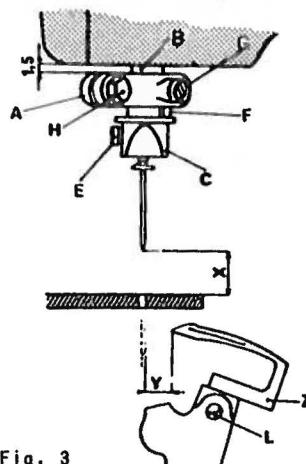
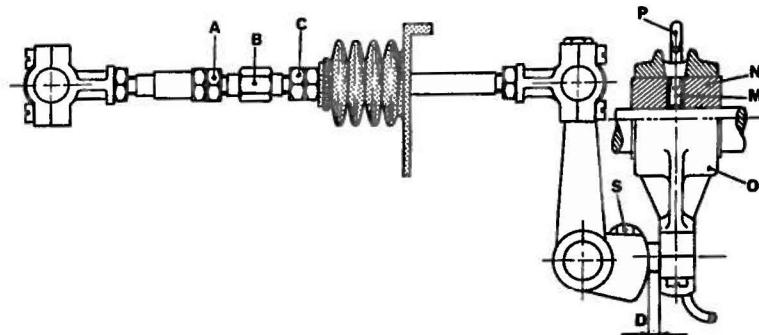

Fig. 3
Fig. 10
- S. 1651.00 per esecuzione quote come da fig. 3
- S. 1652.00 per esecuzione quote come da fig. 10
3. Posizionamento dell'ago (fig. 3)
- Inserire fino in fondo il crochet Z nell'apposita sede e bloccarlo sul piano del gambo con la vite L (fig. 3).
- Eseguire la misura D (fig. 10) col calibro S. 1652.00 per biella comando crochet agendo sul dado S.
- Ricercare la misura Y (tabella fasature) dalla punta del crochet alla tangente destra dell'ago (fig. 3).
- Allentare i controdadi A e C (fig. 10) e ruotare il perno B in un senso o nell'altro fino ad ottenere la misura Y (fig. 3 - calibro S. 1651.00).
- Bloccare leggermente i due controdadi A e C (fig. 10).
- Se la corsa del crochet è ritardata o anticipata, bisogna allentare i due grani interni M dell'eccentrico N della biella O (fig. 10) e, tenendo fermo l'eccentrico M, ruotare il volantino della macchina in modo da ottenere la condizione voluta.
- Nota: se questa condizione non si verificasse, si deve allungare o accorciare la corsa del crochel agendo sulla vite S (fig. 10) variando così la quota D. In questo caso si devono poi rivedere tutte le condizioni di fasatura eccetto quelle descritte nel primo capoverso.
- Bloccare i controdadi A e C (fig. 10).
Nota: quando si sposta la biella per eseguire la misura D (fig. 10), tenere presente che l'eccentrico N sia sempre centrale rispetto alla testa di biella O. In caso di eccessivi spostamenti, modificare la posizione del tuetto di lubrificazione P spostandolo adeguatamente in modo che la mezzieria coincida con il centro del foro esistente sulla testa di biella O.